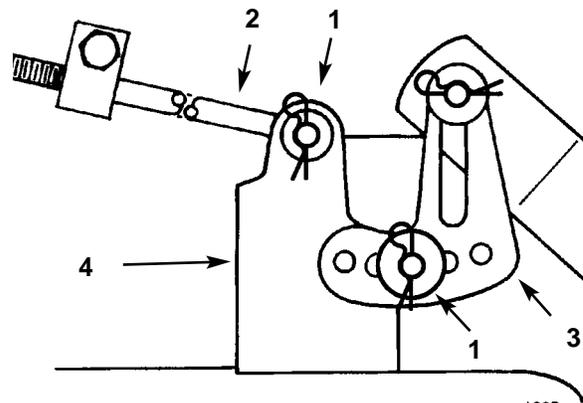

Bild 44
7. Das Ende des langen Gestänges durch das Loch in der Mäheraufhängung einführen (Bild 44). Unterlegscheibe und Splint zum Absichern des Gestänges einsetzen. Diesen Schritt für die gegenüberliegende Seite wiederholen.
den Stift im Schnitthöhenarm aufziehen (Bild 44). Zum Absichern des Mähwerks Unterlegscheibe und Splint einsetzen. Diesen Schritt an der gegenüberliegenden Seite des Mähwerks wiederholen.